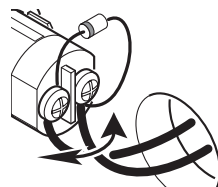

Figure 11
- **Si usa un pulsador inalámbrico:** Cuando la campanilla está conectada a un pulsador con LED, puede haber interferencia eléctrica con los pulsadores inalámbricos. Para resolver esto, ubique el pulsador cableado con el diodo. Invierta los alambres de la casa conectados al pulsador (vea Figure 11). *Nota:* No quite ni cambia las conexiones de cableado del diodo.